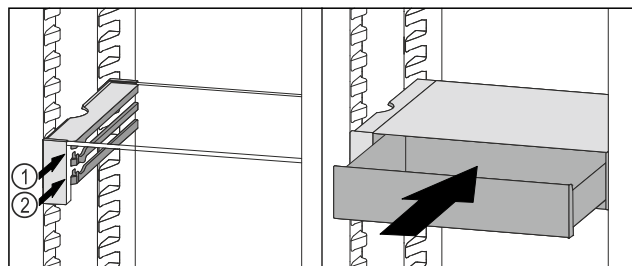

Fig. 95
- ▶ Sæt VarioSafe-skuffen ind bag stoppene på den ønskede ribbe Fig. 95 (1) eller Fig. 95 (2).